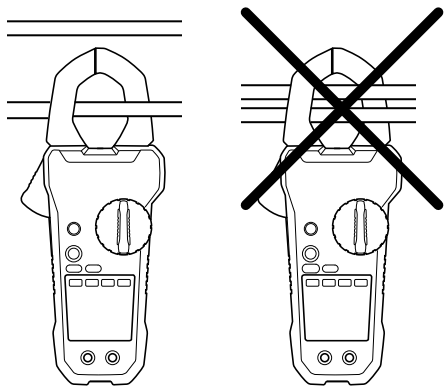

Figura 5.1 Metodo corretto e metodo non corretto
Quando si misura la corrente con la pinza amperometrica, tra le ganasce deve essere racchiuso un solo conduttore; fare riferimento alla figura 5.1.
3. Premere la levetta per aprire le ganasce della pinza. Racchiudere completamente un solo conduttore; fare riferimento alla figura 5.1. Per risultati ottimali, centrare il conduttore tra le ganasce.